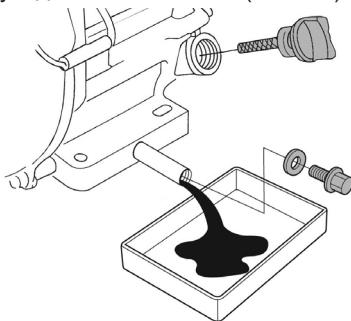

Рис. 34. Замена масла в двигателе
(1) Техническое обслуживание должно осуществляться более часто, при работе в пыльных условиях.
(2) Данный вид работ необходимо выполнять в авторизованном сервисном центре.
6. Удерживая одним ключом трубку-удлинитель от проворачивания, открутите пробку для слива масла и спейте отработанное масло в подготовленную для этого емкость (Рис. 34).